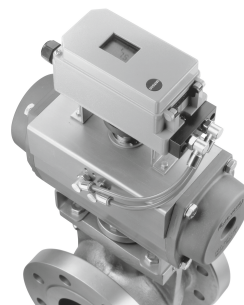

Bild 3: Typ 3730-6
- Schwenkantriebanbau nach VDI/VDE 3845 (Bild 3)